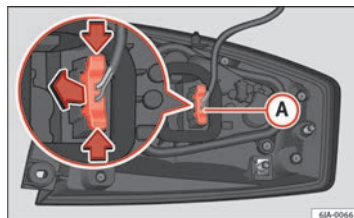

Abb. 163 Leuchtenstecker an der Rückseite der Heckleuchteinheit
- Lösen Sie den Stecker **(A)** ⇒ **Abb. 163** der Leuchte, indem Sie die seitlichen Hebel betätigen (Pfeile) und den Stecker nach außen ziehen.